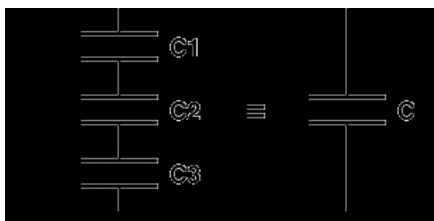

Рисунок 1- Последовательное соединение 3-х конденсаторов и эквивалентный участок.
1) Последовательное соединение (рисунок 1), при котором его эквивалентная электроемкость $\frac{1}{C_9} = \frac{1}{C_1} + \frac{1}{C_2} + \dots + \frac{1}{C_k}$, где k – число последовательно включенных конденсаторов.